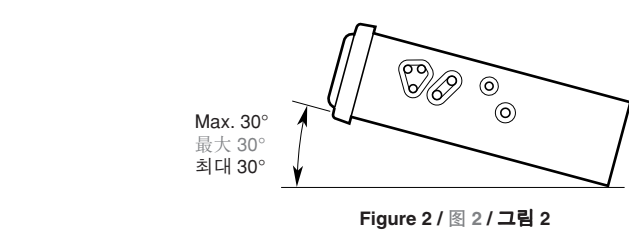

Figure 2 / 图 2 / 그림 2
2. Install the unit within 30° of the horizontal plane (Figure 2).
2. 安装时，请使本装置与水平面的角度在 30° 以内。（图 2）